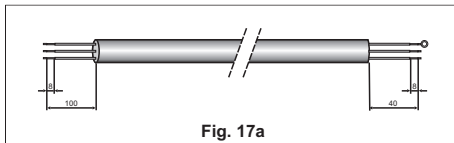

Fig. 17a
2. Préparer les extrémités des câbles d'alimentation et le raccordement de l'unité intérieure à l'unité extérieure comme illustré respectivement sur les figures 17a et 17b.